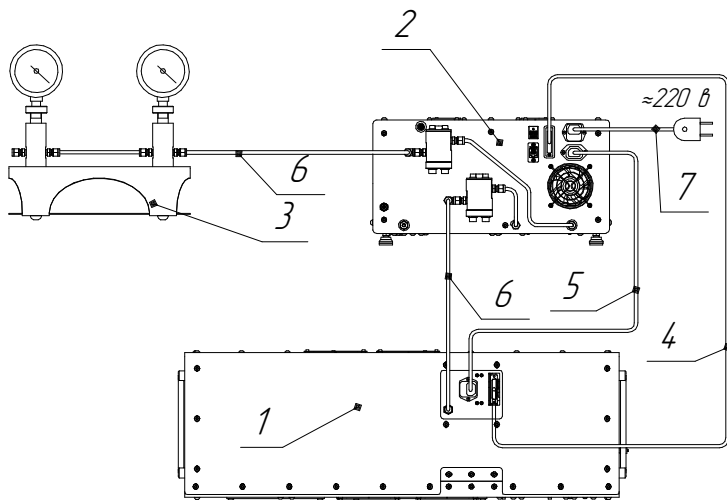

Рис. 5. Схема соединений калибратора
6.5 Произведите соединение блоков электрическими кабелями и гидравлическими трубками как показано на схеме соединения (Рис. 5).